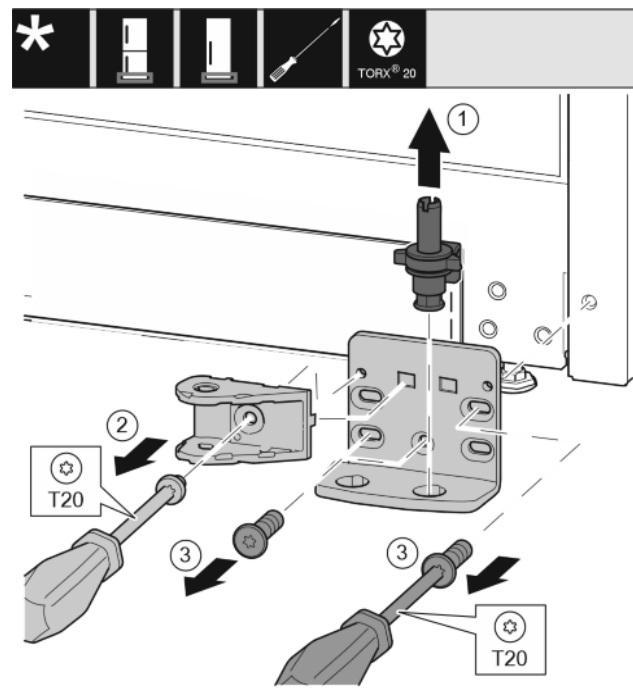

Fig. 27
- ▶ Опорний гвинт цілком витягніть рухом вгору. Fig. 27 (1)
- ▶ Викрутіть гвинт за допомогою викрутки T20 та зніміть з'єднувальний елемент демпфера. Fig. 27 (2)
- ▶ Викрутіть гвинти за допомогою викрутки T20 та зніміть опорний кронштейн. *Fig. 27 (3)*